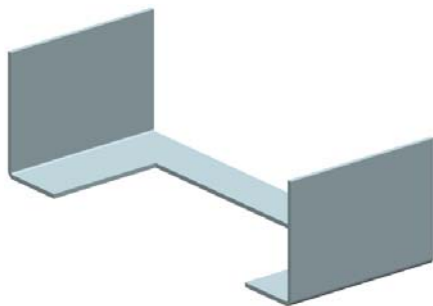

图 6-30 创建弯边特征 6
(5) 在“弯边”对话框中，单击 **<确定>** 按钮，创建弯边特征 6，如图 6-30 所示。